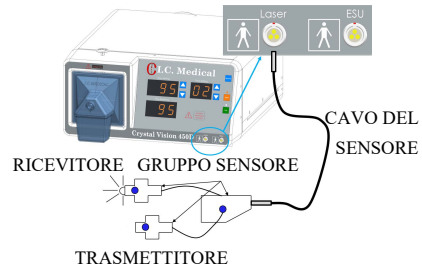

Figura 1: Parti del gruppo sensore e connessione al CRYSTAL VISION®.
1. Inserire il cavo del sensore Laser (Figura 1) nel morsetto indicato sull'unità Crystal Vision® e dalla scatola del sensore laser.